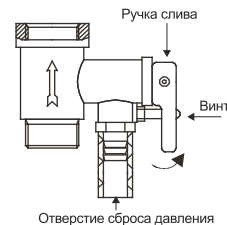

Рис. 6
- открутить винт ручки комбинированного предохранительного клапана и перевести ручку в верхнее положение (см. рис. 6), из отверстия сброса давления должна потечь вода.